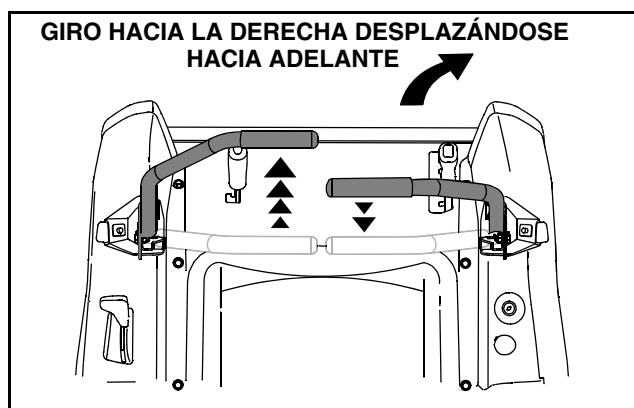

Figura 15
- Para girar a la derecha, mueva la palanca de control del lado derecho hacia atrás respecto de la palanca izquierda. Vea Figura 15.